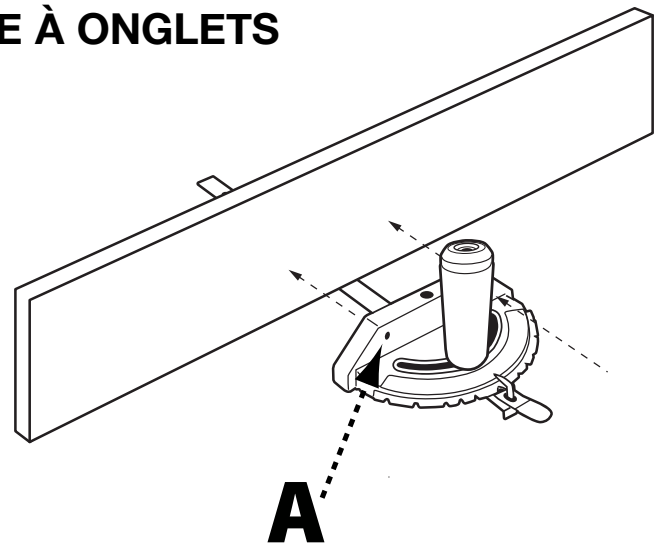

FIGURE 33
Ce revêtement auxiliaire en bois peut être fixé à l'avant du guide à onglets par deux vis à bois à travers les trous (A) fournis dans le corps du guide à onglets et dans le revêtement en bois. Voir Figure 33. Assurez-vous que les vis sont suffisamment longues pour fixer le revêtement, mais sans traverser le bois.